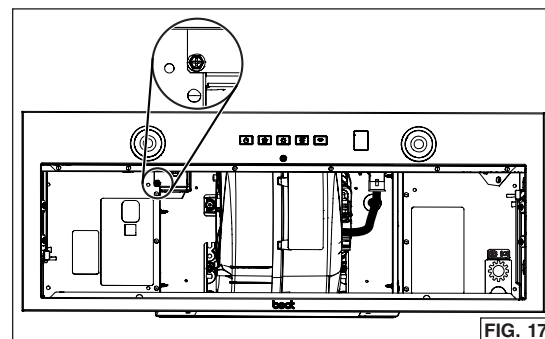

FIG. 17
5. Retirer et se défaire de la vis encerclée dans la FIG. 17. NOTE: Cette vis peut être présente ou pas.